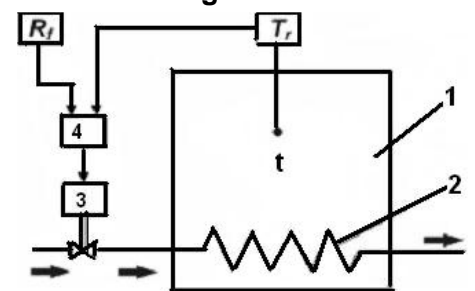

Figura 3
- În figura 3 este reprezentată o instalație pentru reglarea unui parametru la care: